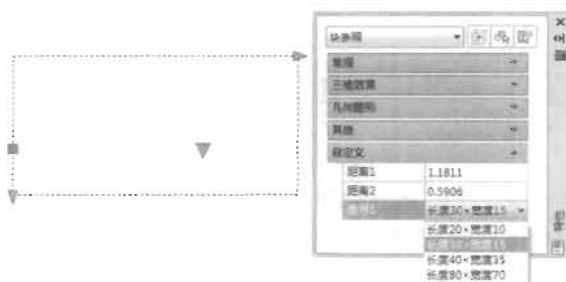

图 8-66
(15) 如果要编辑查询动作，先选中它，在“特性”选项板中，单击查询表选项旁边的图标，打开“特性查询表”对话框，从中可以进行所需的更改，如图8-66所示。